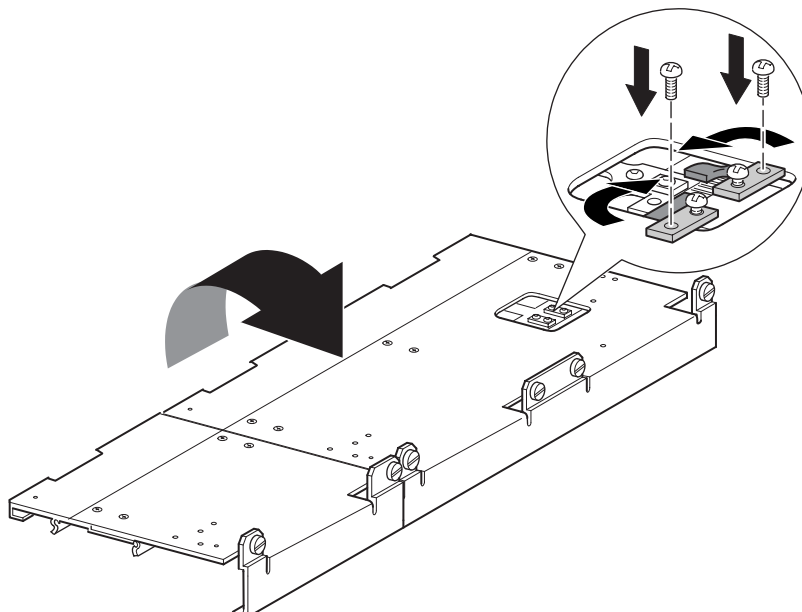

Figura 2-22: Cinghia dentata sul blocco cinghia
7. Posizionare le estremità della cinghia dentata sul blocco cinghia (vedere la Figura 2-22).